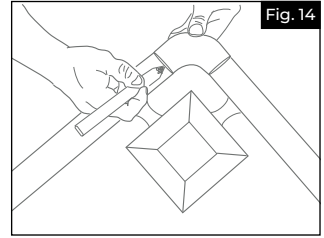

Fig. 14
- Colocar la esquina en línea con cada uno de los largueros. Marcar y cortar los largueros (Fig. 14).